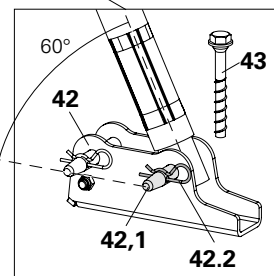

Fig. A4.01b
Angolo di inclinazione a terra del puntello di stabilizzazione ca. 60°. (Fig. A4.01b)
5. Fissare il puntello di stabilizzazione (40) con perno (42.1) e inserto a molla (42.2) alla piastra base (42). (Fig. A4.01b)